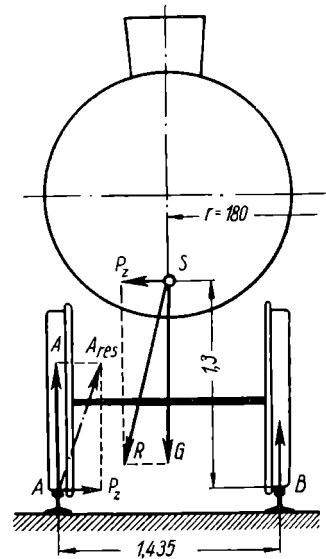

Bild 53
74. Eine Lokomotive von 56 Mp Gewicht durchfährt auf einem Bahnhof eine Weichenkurve von 180 m Krümmungshalbmesser mit einer Geschwindigkeit 19 m/s. Ihr Schwerpunkt liegt 1,3 m über Schienenoberkante (Bild 53). Die beiden Schienen haben gleiche Höhenlage in waagerechter Ebene. Wie groß ist a) die Fliehkraft? b) die senkrechten Schienenbelastungen A und B , wenn der Abstand der Schienenstützpunkte gleich der Spurweite 1435 mm angenommen wird? c) die im Schwerpunkte S der Maschine angreifende Mittelkraft R (Bild 53)? d) die resultierende Belastung der äußeren Schiene A (Bild 53)? e) Bei welcher Fahrgeschwindigkeit würde die Lokomotive durch die Fliehkraft seitlich aus dem Gleise geworfen werden? f) Welche Lage nimmt in letzterem Falle die Mittelkraft R an?
f) Die Mittelkraft R , welche in Bild 53 die Gleisebene rechts von A durchschneidet, also ein standsicheres Moment ergibt, geht im Grenzfall e) durch die Schiene A . Bei noch weiter erhöhter Fahrgeschwindigkeit fällt R links von A , d. h. außerhalb des Gleises, und bewirkt Umstürzen der Lokomotive um die Kippkante A .